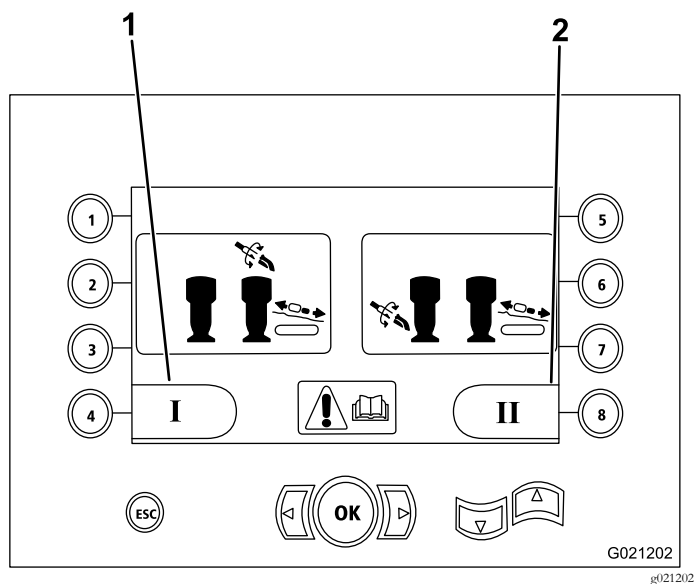

Figure 8
- Mode I – Place les fonctions de forage sur le levier de commande droit, tandis que le levier de commande gauche permet d'activer les fonctions du chargeur de tiges et des clés (Figure 8)
Appuyez sur le bouton 4 pour sélectionner ce mode (Figure 8).
- Mode II – il répartit les fonctions de forage, des clés et de chargement des tiges entre les leviers de commande gauche et droit (Figure 8)
Appuyez sur le bouton 8 pour sélectionner ce mode (Figure 8).